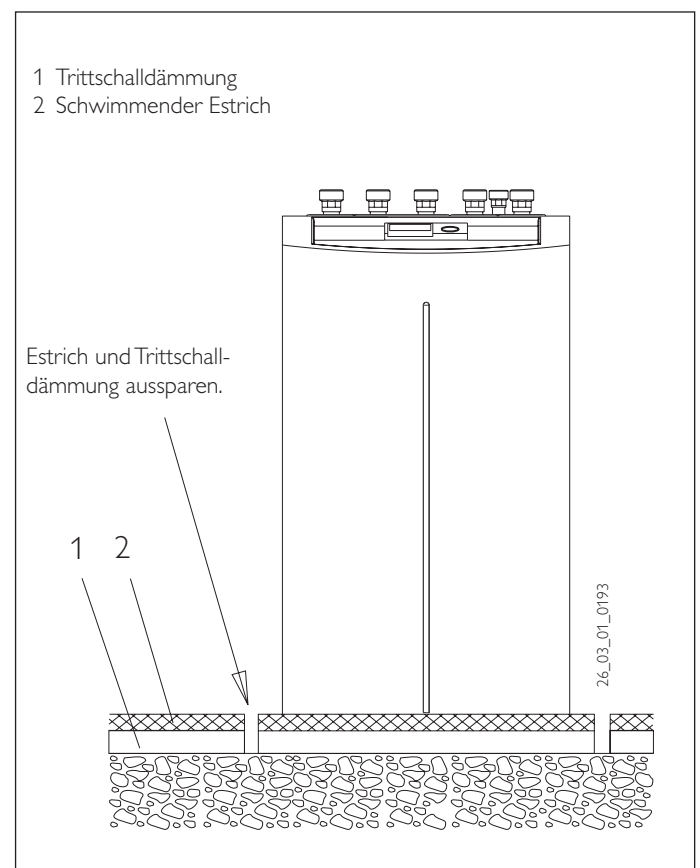

Abb. 12
- Bei schwimmendem Estrich sind für einen schallarmen Betrieb der Wärmepumpe der Estrich und die Trittschalldämmung um den Aufstellort der Wärmepumpe herum auszusparen (Abb. 12).